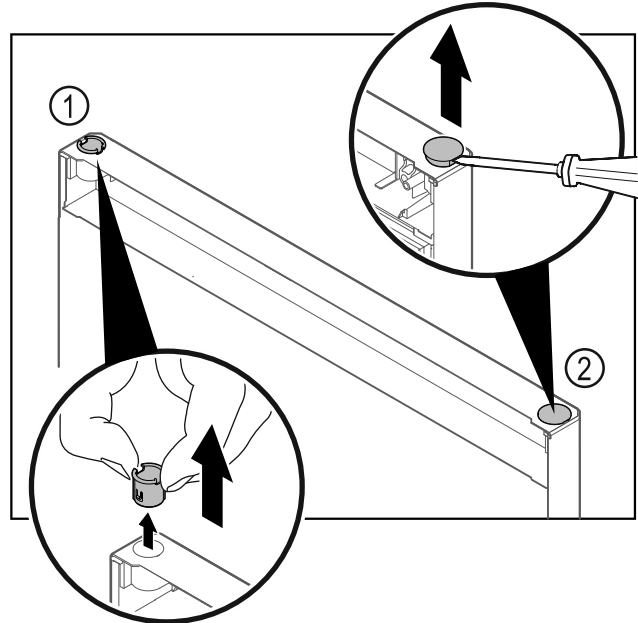

Fig. 26
- Extraer el casquillo de bisagra Fig. 26 (1) con los dedos.
- Levantar cuidadosamente el tapón Fig. 26 (2) con un destornillador para tornillos de cabeza ranurada y extraerlo.